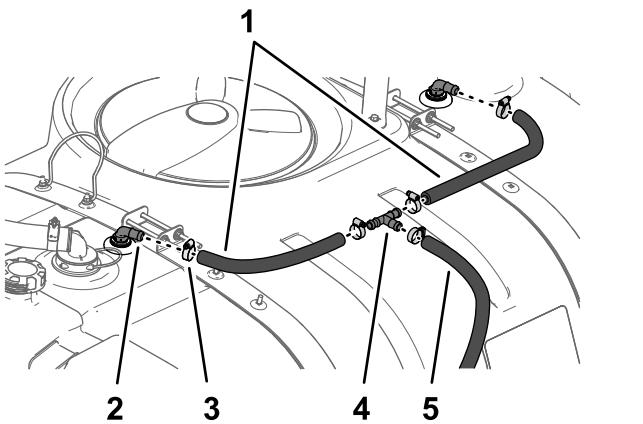

Bild 27
1. Montieren Sie die beiden Schläuche (1,9 cm x 61 cm) und die beiden Schlauchklemmen an jedem 90°-Anschlussstück an den Spüldüsen und ziehen Sie die Klemmen mit der Hand an (Bild 27).
2. Montieren Sie das andere Ende der Schläuche (1,9 cm x 61 cm) mit zwei Schlauchklemmen am T-Anschlussstück, wie in Bild 27 abgebildet.
3. Montieren Sie die Schläuche (1,9 cm x 180 cm) und eine Schlauchklemme am T-Anschlussstück, wie in Bild 27 abgebildet.
- Montieren Sie den Schlauch (53,3 cm) an der Unterseite des Spülbehälters mit einer Schlauchklemme am geraden, gezahnten Anschlussstück innen an der Spülbehälterpumpe und ziehen Sie die Klemme mit der Hand an (Bild 27).